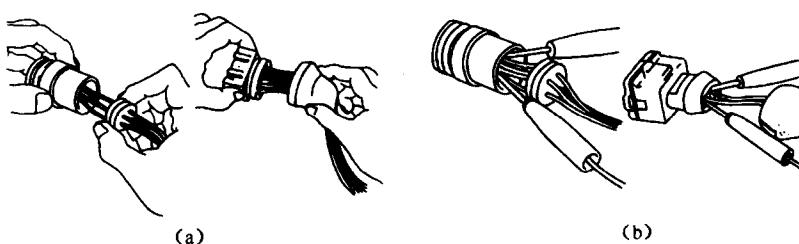
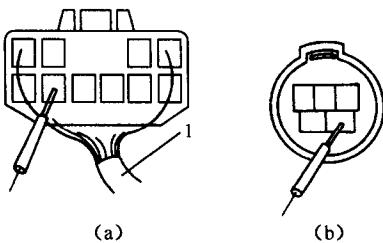

图 1-1 检查防水型连接器
图 1-2 表笔插入连接器
(1) 首先检查保险丝、易熔线和接线端子的状况，在排除这些地方的故障后再用万用表进行检查。
(2) 在测量电压时，点火开关应接通（ON），蓄电池电压应不低于 11V。
(3) 在用万用表检查防水型连接器时，应小心取下皮套（图 1-1 (a)），用测试表笔插入连接器检查时不可对端子用力过大（图 1-1 (b)）。检测时，测试表笔可以从带有配线的后端插入（图 1-2 (a)），也可以从没有配线的前端插入（图 1-2 (b)）。